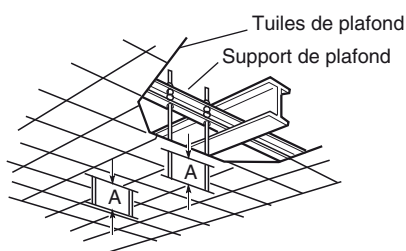

Fig. 3-7
- b) Utiliser les supports de plafond existants ou construire un support approprié (Fig. 3-7).